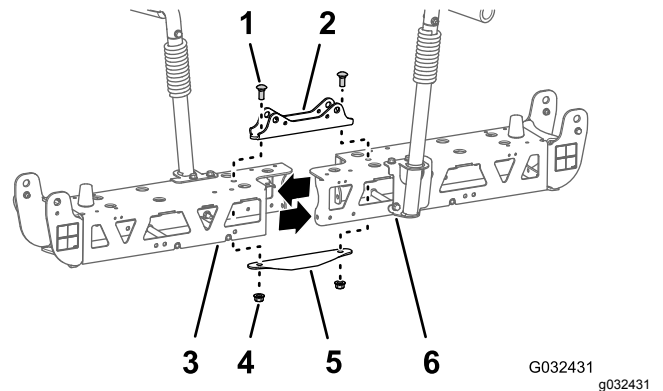

Figura 53
2. Retire los 2 pernos con arandela prensada ($\frac{1}{2}$ " x 1-1/4") y las 2 contratuercas ($\frac{1}{2}$ ") que sujetan el bastidor de cilindro estrecho, los perfiles izquierdo y derecho del travesaño y la pletina de unión estrecha (Figura 53).